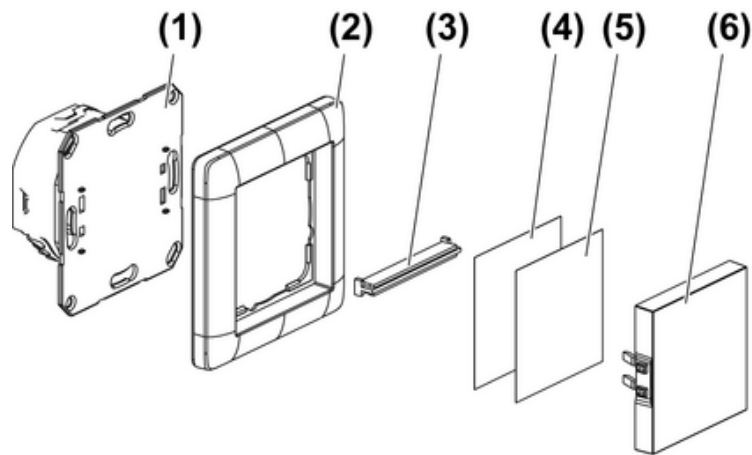

Figure 1
Lampe de signalisation LED (figure 1)
- Monter le mécanisme (9) dans un boîtier d'appareillage. Les bornes de raccordement doivent être en bas.
- Compléter la lampe de signalisation (figure 1).